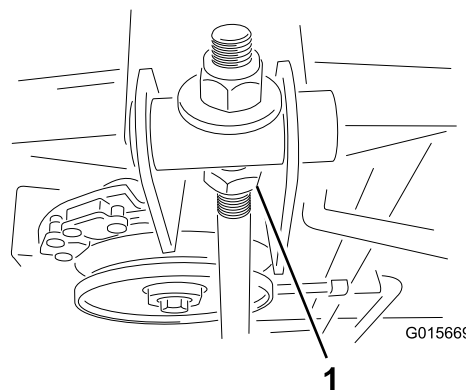

Figure 39
7. Desserrez l'écrou de blocage (Figure 39).